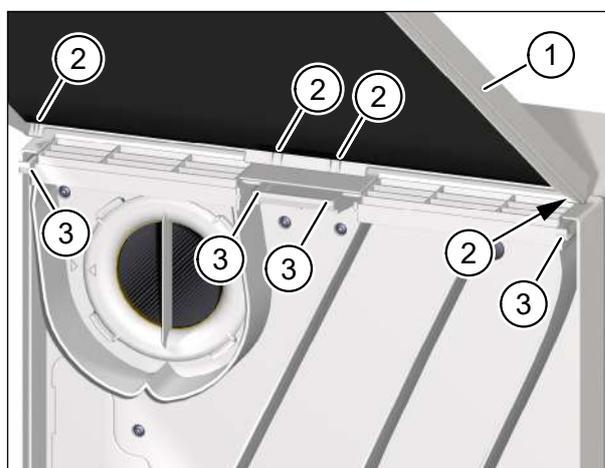

Fig. 24 : Poser le couvercle sur l'appareil d'aération
- ▶ Saisissez des deux mains le couvercle (pos. 1 dans Fig. 24) de l'appareil d'aération et inclinez le bord supérieur du couvercle dans la direction de l'appareil d'aération.
- ▶ Introduisez les ergots (pos. 2 dans Fig. 24) du couvercle dans les supports (pos. 3 dans Fig. 24) sur la face supérieure de l'appareil d'aération.